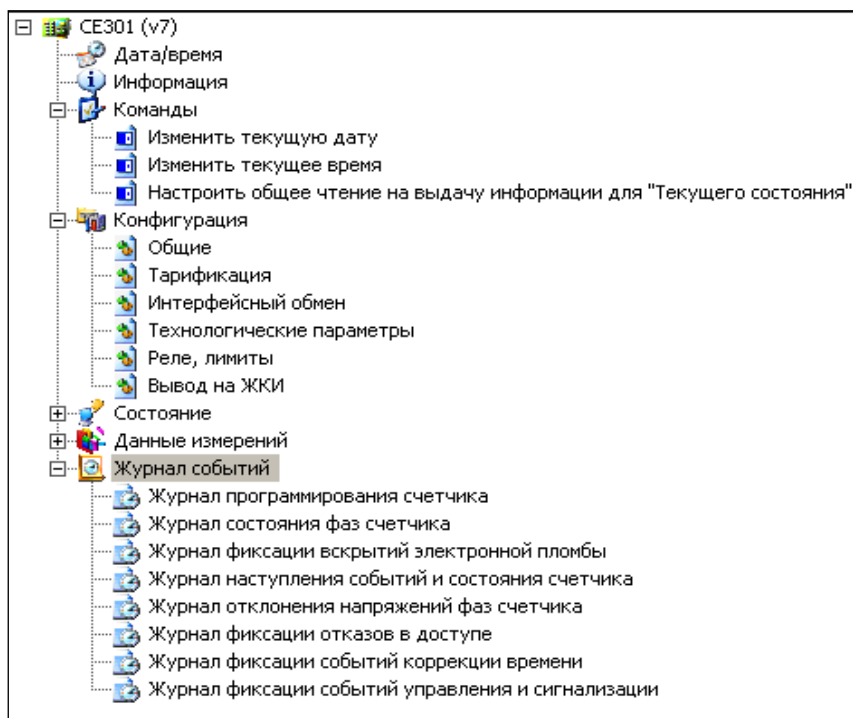

Рисунок 7.31 – Журналы счетчика
7.2.18.4 Журналы и их счетчики-указатели (см. ПРИЛОЖЕНИЕ Б) доступны для просмотра по интерфейсу в ПО AdminTools (рисунок 7.31).